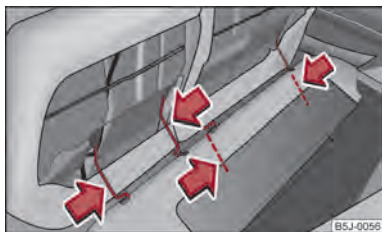

Abb. 43 Sitzflächen ausbauen
- Drücken Sie die Drahtbügel in Pfeilrichtung → Abb. 43 und nehmen Sie die Sitzfläche aus der Halterung.